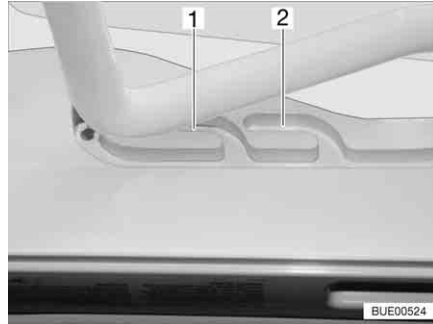
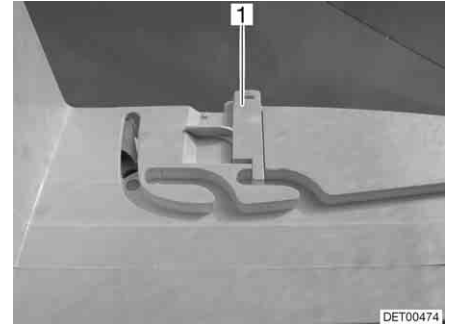

Fig. 86 Claraboya Heki en posición de ventilación
Fig. 87 Bloqueo de la posición de ventilación
La claraboya Heki se puede colocar en dos posiciones de ventilación: Posición de mal tiempo (Fig. 86,1) y posición mediana (Fig. 86,2). Según el modelo, la claraboya podrá ser bloqueada en la posición mediana con el pestillo (Fig. 87,1).
- Presionar el estribo ligeramente hacia arriba y empujarlo en la guía seleccionada (Fig. 86,1 ó 2) y, si fuera necesario, bloquearlo.